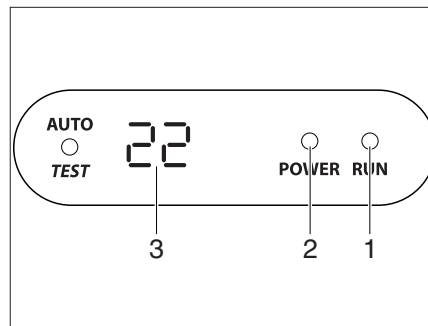

Fig. 339 Display sul diffusore
- Collegare il veicolo all'alimentazione a 230 V. L'impianto di climatizzazione è pronto a funzionare. Il LED (Fig. 339,2) sul display del diffusore si accende in rosso.
- Per attivare, premere il tasto di accensione/spegnimento (Fig. 338,2) del telecomando. Il LED (Fig. 339,1) è acceso in verde quando l'impianto di climatizzazione funziona in modalità di raffreddamento. Il LED (Fig. 339,1) è acceso in rosso quando l'impianto di climatizzazione funziona in modalità di riscaldamento.